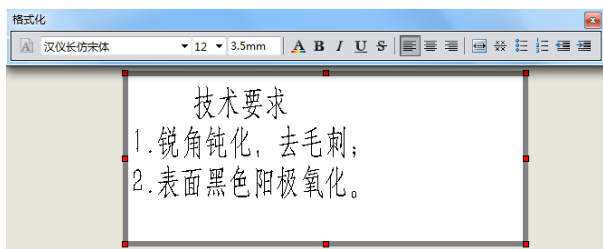

图 8-75 “格式化”对话框
**03** 添加注释文字。此时系统弹出如图 8-75 所示的“格式化”对话框，设置需要的字体和字号后，输入需要的注释文字。